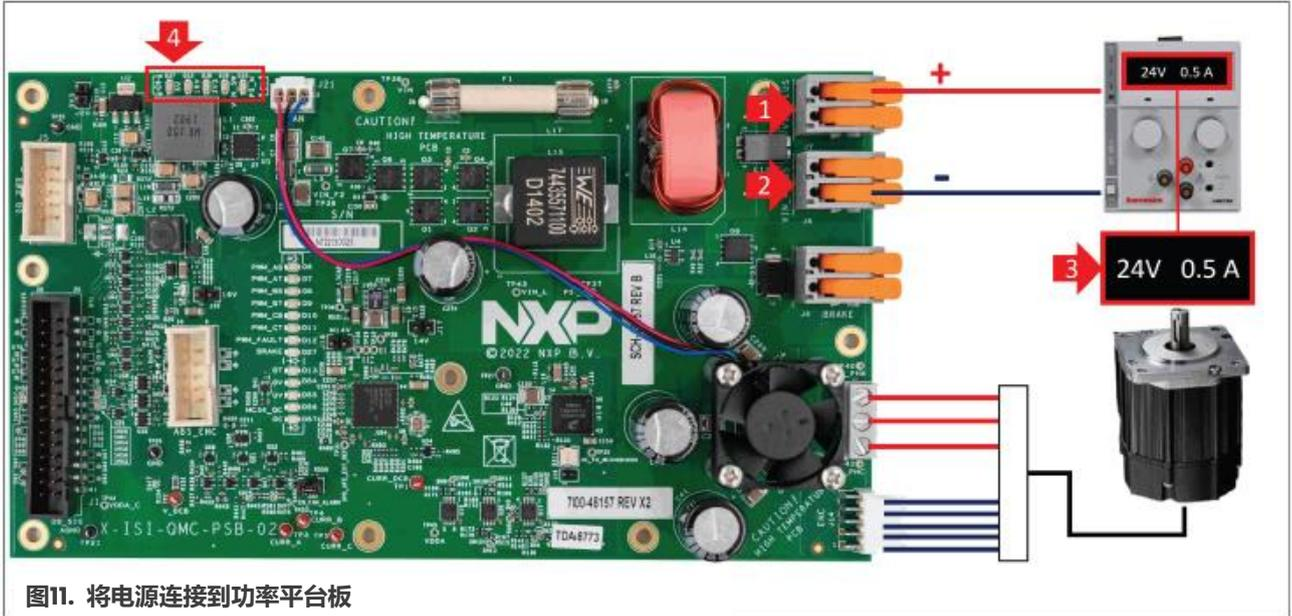

图11. 将电源连接到功率平台板
3. 如图11所示，将电源连接到功率平台板：
- (1) 将电源的正极线连接到所有已连接功率平台板的J7连接器的任意一个引脚（共两个）。见图11；
- (2) 将电源的地线连接到所有已连接功率平台板的J6连接器的任意一个引脚（共两个）。见图11；
- (3) 将电源的最大输出电压设置为24V，最大电流输出设置为0.5A，然后打开电源；
- (4) 如果功率平台板的供电正常，功率平台板的LED状态指示灯应该变绿，风扇应该开始旋转。如果功率平台板正确连接到数字板，数字板和子卡也应该上电；